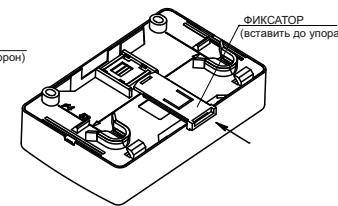

Рисунок 3
- при установке на DIN-рейку (Рисунок 3):